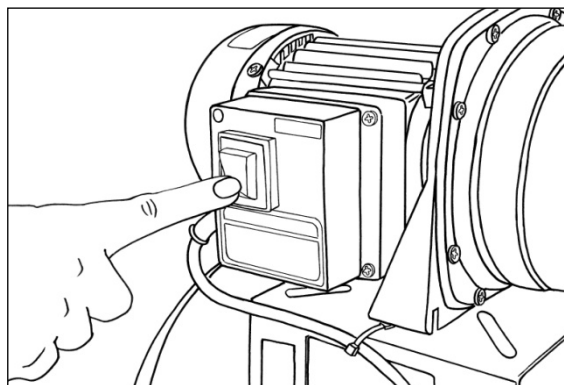

Рис.7 Включение станции
7. Включить станцию при закрытом кране (рис.7), пуска двигателя не произойдет. После включения кнопки, на реле переводим рычаг в положение START (удерживая) на 15-30 секунд, двигатель включится, и начнет нагнетать давление в систему. Если отпустив рычаг насос отключится, это означает, что воздух в крышке насоса. Открываем кран (умывальника) для выпуска воздуха и доливаем воду через заливное отверстие в крышке насоса. В зависимости от длины всасывающей магистрали данный алгоритм нужно будет повторить несколько раз. Эту операцию нужно производить при первом пуске станции, а также при срабатывании защиты от сухого хода. В модели АНС-2100Ч/2 кнопка включения отсутствует.